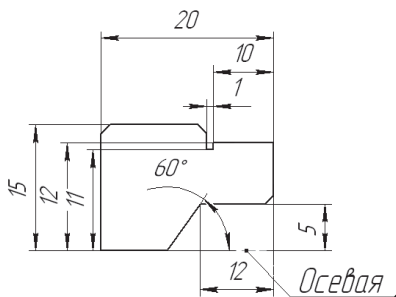

Рисунок 13.2
2. С помощью команды «Создать две перпендикулярные прямые и узел» зафиксируйте положение узла в начале координат. Постройте вспомогательные линии и нарисуйте профиль вращения модели согласно примеру (рис. 13.2). Размер фасок должен быть равен $1 \times 45^\circ$. Не забудьте построить осевую линию.